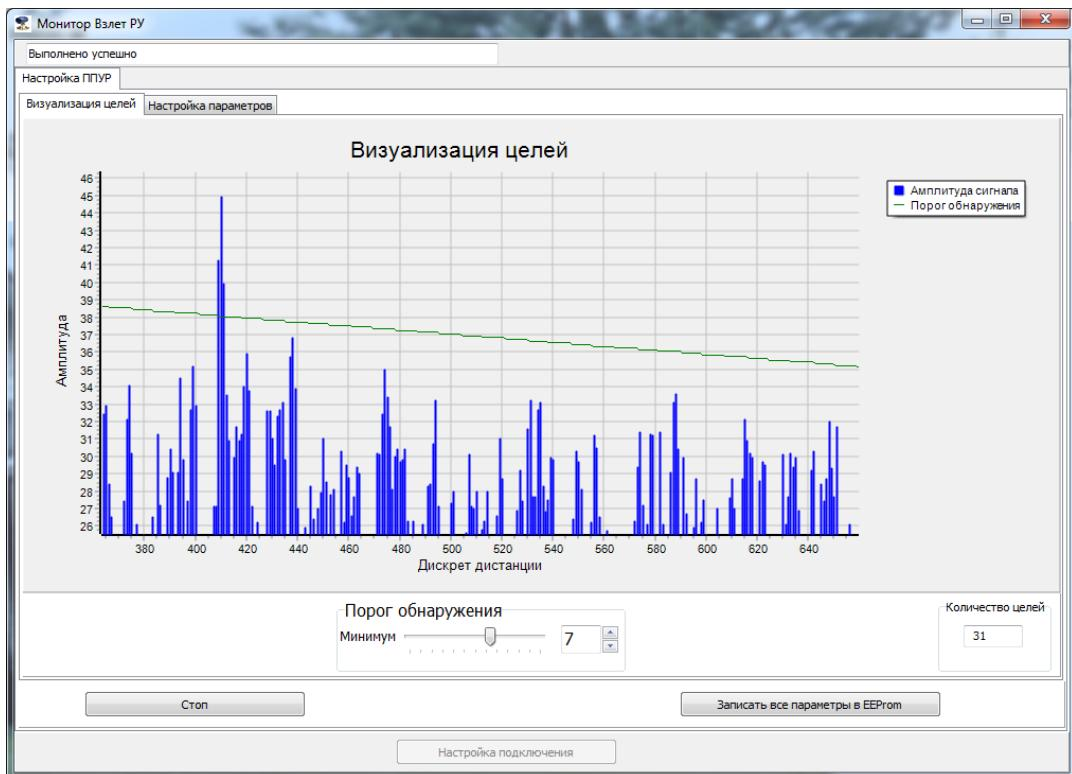

Рис.25. Приближение сигнала «шумовой дорожки».
- 5.7.4. Вращением скролла «мышки» можно приблизить картинку шумовой дорожки (рис.25) для более точной оценки измеряемой дистанции до объекта.